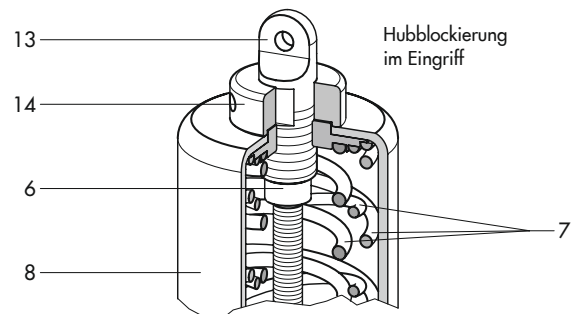

Bild 5.3: Manuelle Hubblockierung: Typ 2371-11
nur Typ 2371-11 (vgl. Bild 5.3): Zur Hubblockierung ist der Stellbolzen (13) an Stelle des Schraubstopfens in die Einstellöffnung (6.1) einzudrehen. Das Stellbolzenende setzt sich dabei auf den Kopf der Sollwertstellschraube (6). Entsprechend der Eindrehtiefe des Bolzens verschiebt dieser damit über die Sollwertstellschraube (6) und das Kegeloberteil (5) den Kegel in Offenstellung. Ein mechanischer Anschlag (15) verhindert ein Weiterdrehen und schützt somit die Membran vor Überdehnen oder Bruch.